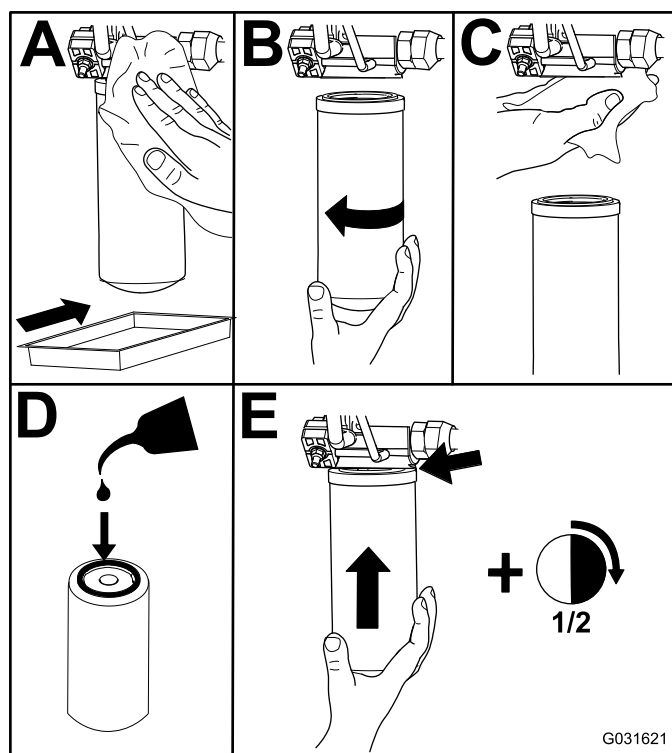

Bild 117
- Tauschen Sie die Hydraulikfilter aus (Bild 117).